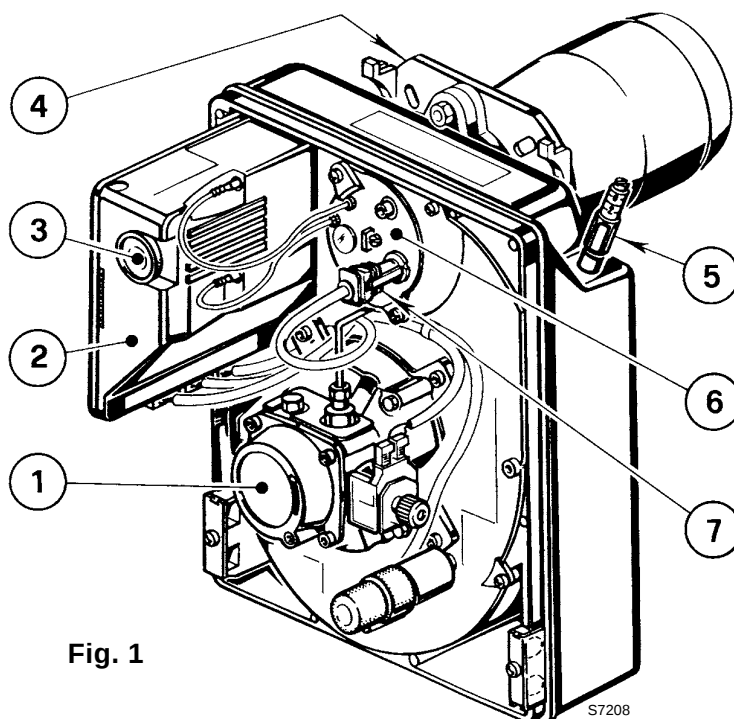

Fig. 1
- › Die Reinigung des Photowiderstandes ausführen, (7, Abb. 1, Seite 1).
Nachfolgend finden Sie einige denkbare Ursachen und Abhilfemöglichkeiten für Störungen, die den Betrieb des Brenners beeinflussen oder einen nicht ordnungsgemäßen Betrieb des Brenners verursachen könnten. In den meisten Fällen führt eine Störung zum Aufleuchten der Kontrolleuchte in der Entstörtaste des Steuergeräts (3, Abb. 1, Seite 1).